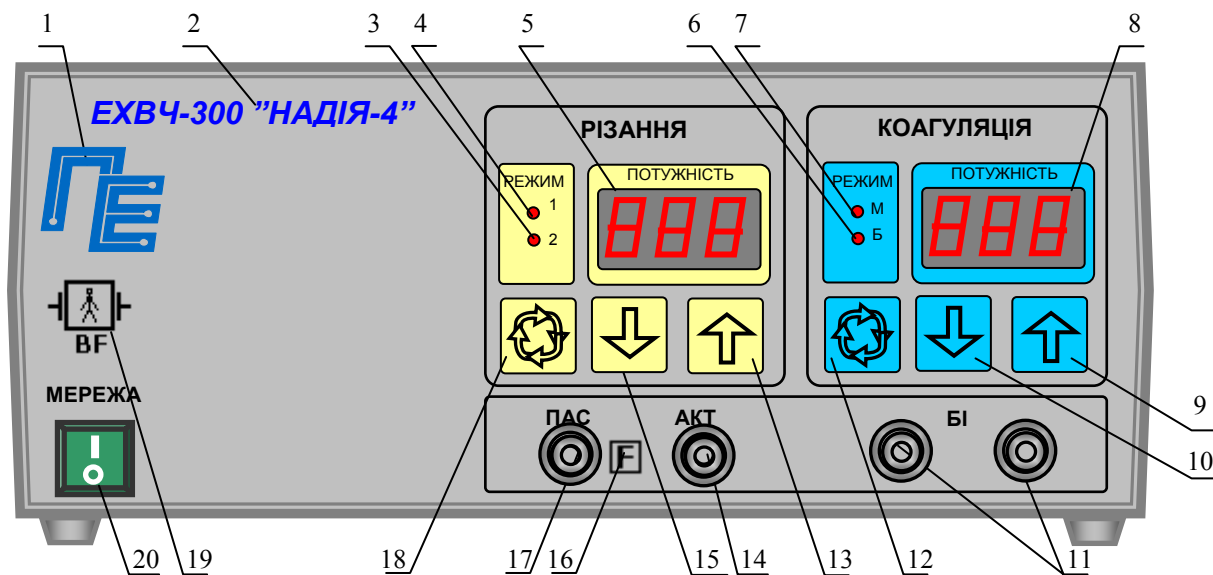
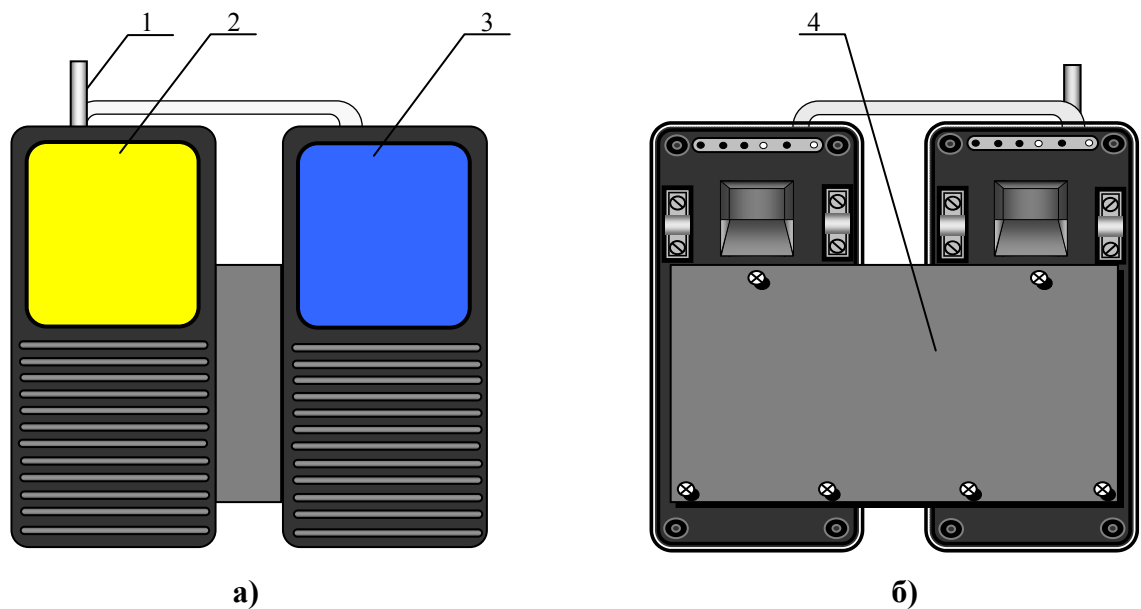

Рис.1. Передня панель електронного блоку.
Рис. 3. Ножна педаль
Конструктивно апарат виконаний у вигляді двох окремих блоків - електронного блоку (рис. 1,2) і ножної педалі (рис. 3).
На передній панелі електронного блоку розташовані наступні органи управління і індикації (рис.1):
Конструкція ножної педалі (рис.3) є підлоговою конструкцією, на якій розташовано дві рухомі платформи: ліва (2) - для включення виду роботи РІЗАННЯ, права (3) - КООГУЛЯЦІЯ.
- включити апарат, для чого встановити вимикач “МЕРЕЖА” в положення “І”. При цьому висвітлюються індикатори: “МЕРЕЖА”, вибраних режимів роботи. На індикаторах (5,8 рис.1) висвітлюються цифри встановленого рівня вихідної потужності;
- перевірити переключення режимів роботи, для чого послідовно натискаючи кнопки (12, 18 рис.1), переконатися, що апарат послідовно перемикає режими 1, 2 для РІЗАННЯ і режимів М, Б для КООГУЛЯЦІЯ по послідовному загорянню відповідних індикаторів (3, 4, 6, 7 рис.1);
- перевірити регулювання рівня вихідної потужності, для чого, натиснувши кнопки управління (9, 13 рис. 1), переконатися, що відбувається збільшення показань індикатора рівня вихідної потужності, а натиснувши кнопки управління (10, 15 рис.1), переконатися, що відбувається зменшення показань індикатора рівня вихідної потужності. Перевірку провести як для виду робіт РІЗАННЯ так і для виду робіт КООГУЛЯЦІЯ. Слід пам'ятати, що встановлені рівні вихідної потужності запам'ятовуються для кожного виду і режиму роботи. Види роботи включаються тільки по черзі.